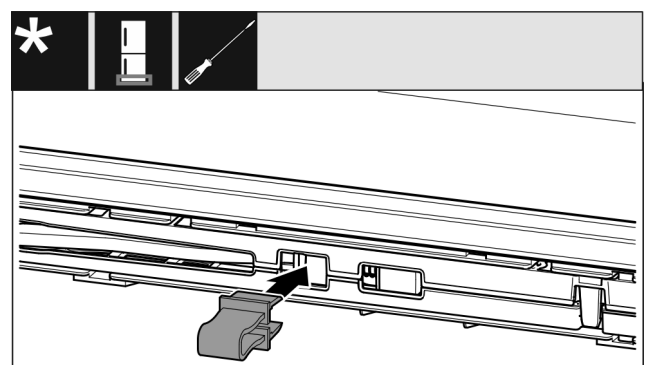

Fig. 18
- ▶ Sicherung in Öffnung einrasten. (siehe Fig. 18)